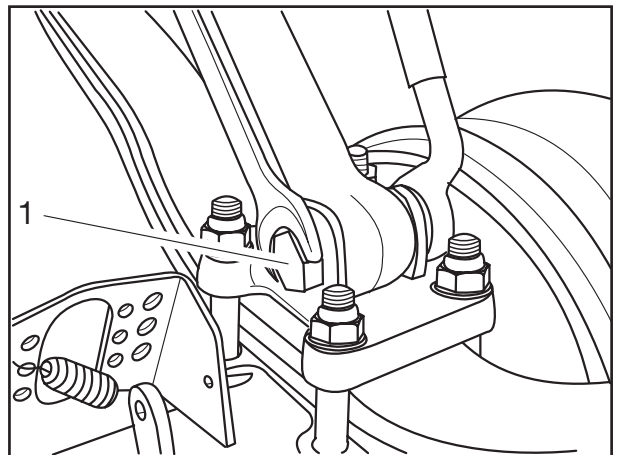

Fig. 5
- [9] Neue Sicherungsmuttern aufschrauben, nicht festziehen (Fig. 5).
- [9] Screw on new lock nuts. Do not tighten (Fig. 5).
- [9] Visser des écrous de sûreté neufs sans les serrer (fig. 5).